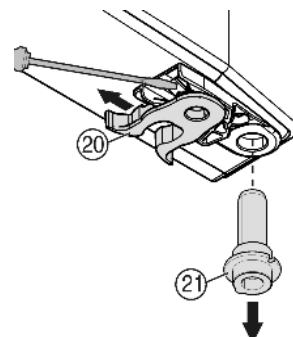

Fig. 9
- ▶ Přemístěte pružinovou svorku Fig. 9 (20): Stiskněte nos zářezky, přes ni stáhněte pružinovou svorku.
- ▶ Vytáhněte ložiskový čep Fig. 9 (21) z dveří objímky a nasadte spolu s podložkou na protější stranu. Nos zářezky musí ukazovat k vnitřní straně dveří, zářez k vnější straně.
- ▶ Nasadte dveře dole a ložiskový čep Fig. 9 (21) do stojanu ložiska. Příp. ložiskovým čepem otáčejte tak, aby mohl zaskočit do západky.